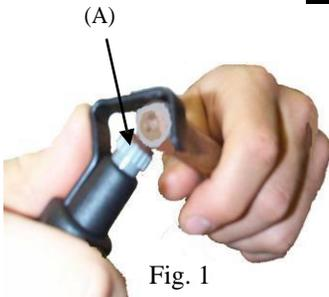

Fig. 1
**Paso 1.** (Fig. 1) Ajuste la profundidad de corte de la cuchilla al espesor del aislamiento girando la cabeza moleteada (A).